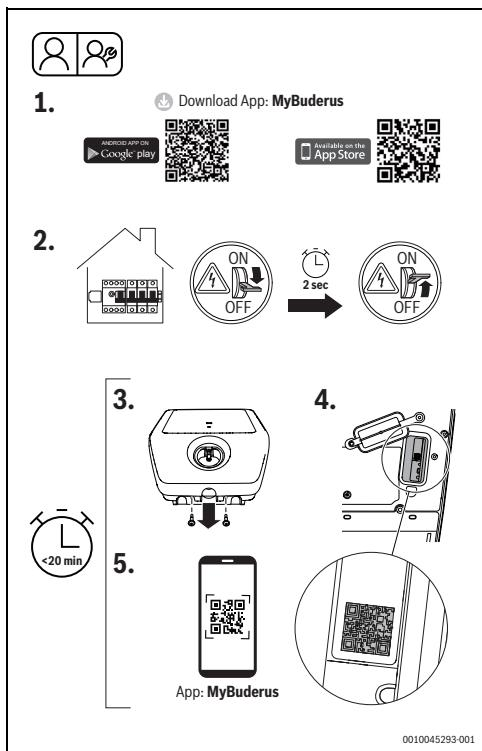

Fig. 187 MyBuderus
- ▶ Opriti Logavolt de pe tabloul de distribuție de la alimentarea cu energie electrică și, după aproximativ două secunde, porniți-l, pagina din nou (Fig. 187, pagina 179, pasul [2]).
- ▶ Desfaceți cele două șuruburi de pe capacul frontal (Fig. 187, pasul [3])